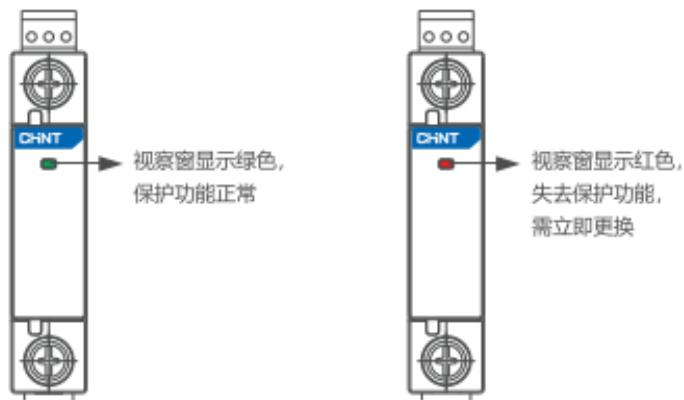

图3 NXU-I+II 状态指示
**5.1 安装使用前先检查电涌保护器标志与所使用的工作条件是否相符；电涌保护器状态指示，如下图3**